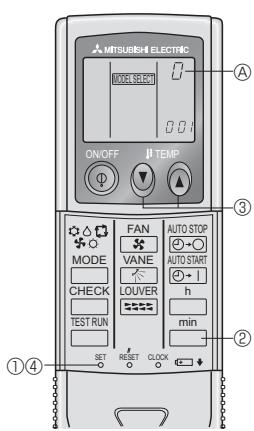

Fig. 6-7
4) Καθορισμός ενός τηλεχειριστηρίου για κάθε μονάδα (Fig. 6-7)